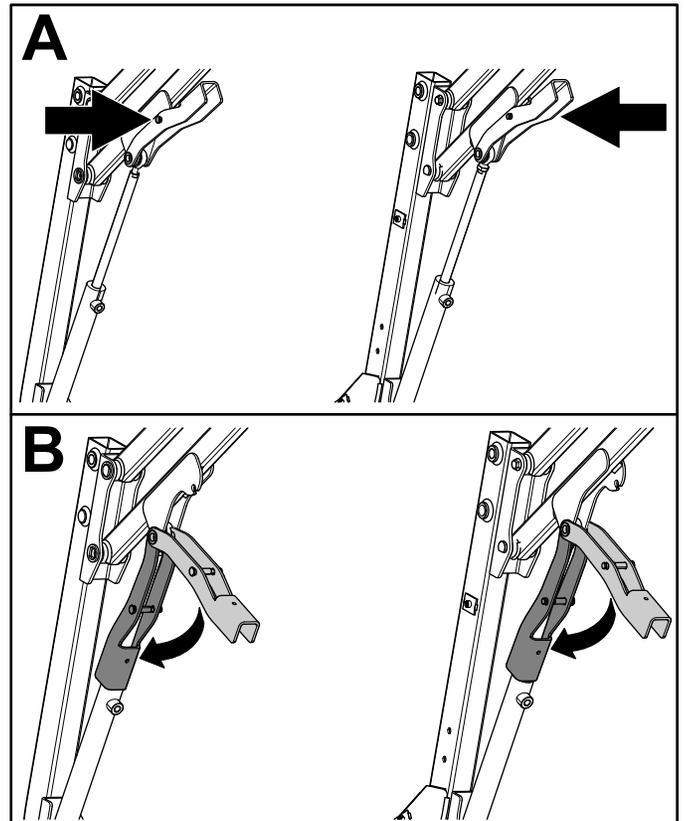

Figure 41
- A. Enfoncez la goupille du verrou de sécurité magnétique (Figure 41).
- B. Tout en maintenant la goupille enfoncée, abaissez le verrou de sécurité magnétique sur le vérin hydraulique (Figure 41).